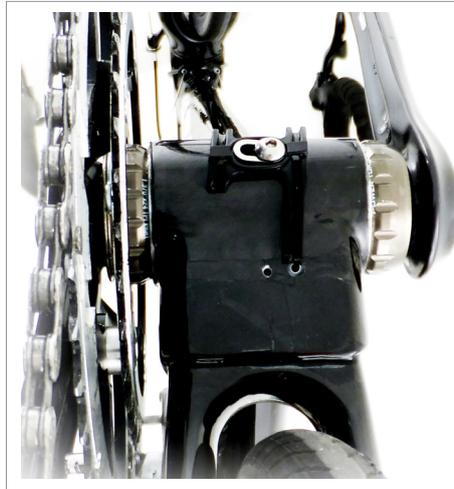

Fig.1
- Contrôler que le support guide-câble Campagnolo® soit bien monté sous la boîte de pédalier (Fig. 1).